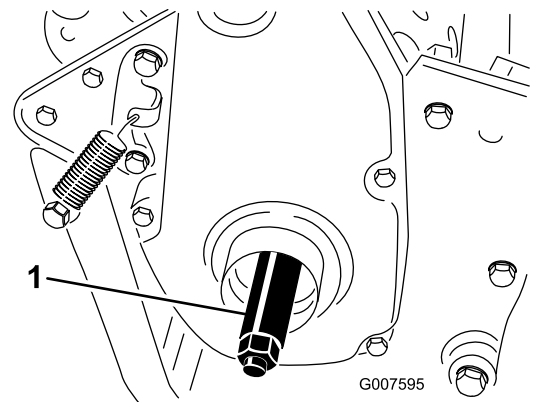

Figura 9
3. Enrosque o eixo direito da roda na polia motora do lado direito da máquina (Figura 9).